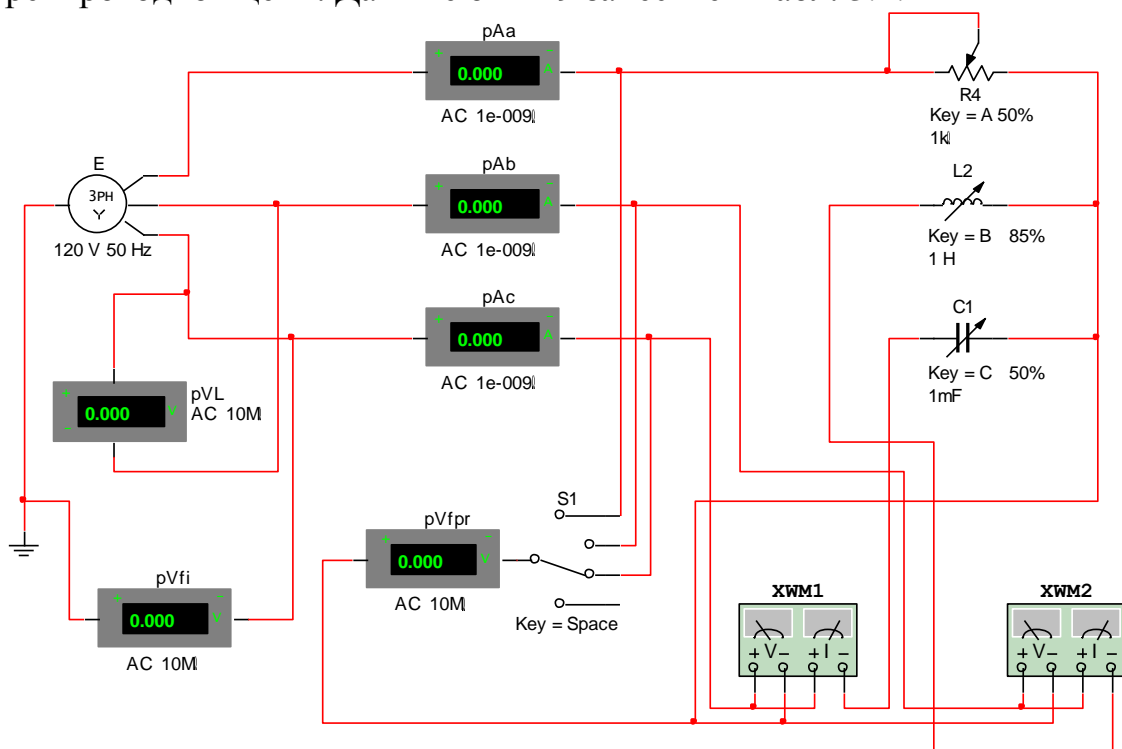

Рис. 3.10
7. Откройте файл 10.6 и включите цепь по схеме рис. 3.10.